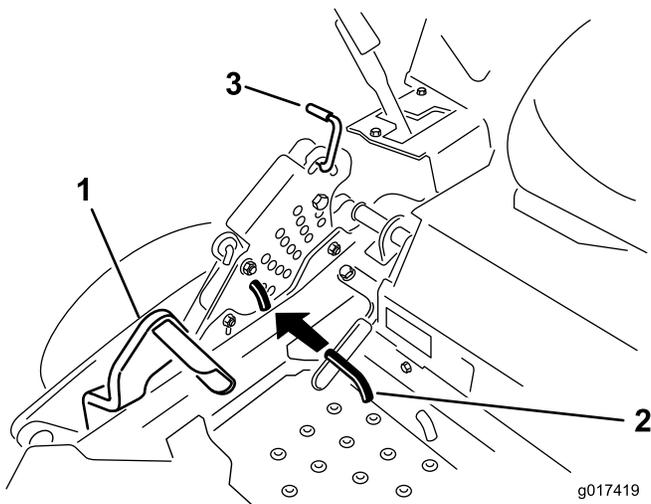

Figure 71
5. Enfoncez la pédale de relevage du tablier de coupe au maximum pour verrouiller le tablier à la position de transport de 14 cm (5-1/2 po) (Figure 71).